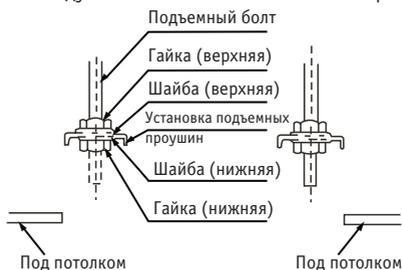

Рис. 5.1
1. Отрегулируйте положение гаек. Величина зазора между шайбой (внизу) и потолком следует выбирать исходя из конкретной строительной конструкции. См. рисунок 5.1.